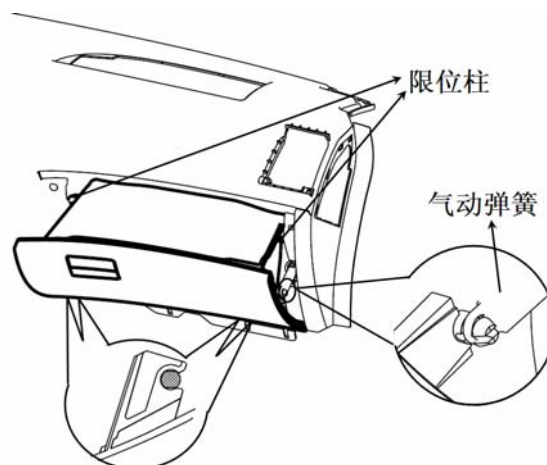

图 1-1-7-1 杂物箱总成的拆卸
①将杂物箱打开，然后在杂物箱右侧找到杂物箱气动弹簧，将杂物箱上安装气动拉簧的卡扣挤压变形后可取出气动弹簧，按图 1-1-7-1 所示脱开气动弹簧与杂物箱总成的连接。
②将杂物箱两侧的限位柱通过挤压变形取出，使下本体不再对杂物箱有限位功能。
③将杂物箱总成转轴处与仪表板下本体配合紧固处脱开，即可取出杂物箱总成。
④杂物箱总成安装顺序与上述拆卸顺序相反。